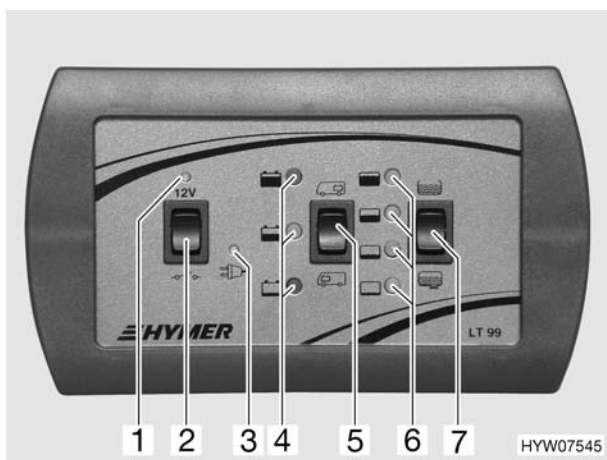

Fig. 53 Pannello di controllo
La centralina elettrica funziona solo in collegamento con il pannello di controllo (Fig. 53).
- Se necessario, inserire brevemente l'alimentazione a 12 V mediante l'interruttore principale 12 V (Fig. 53,2). Ciò è possibile solamente se la tensione della batteria è maggiore di 11 V. Se la tensione è minore di tale valore, l'alimentazione a 12 V può essere riaccesa solamente dopo che la batteria dell'abitacolo è stata ricaricata.
L'interruttore principale a 12 V (Fig. 53,2) inserisce o interrompe l'alimentazione a 12 V dell'abitacolo.
- Premere in alto l'interruttore a bilico (Fig. 53,2) "12 V": l'alimentazione a 12 V dell'abitacolo è inserita. La luce spia a 12 V (Fig. 53,1) diventa verde.
- Premere in basso l'interruttore a bilico (Fig. 53,2) "☐": l'alimentazione a 12 V dell'abitacolo è disinserita. La luce spia (Fig. 53,1) si spegne.
Con l'interruttore a bilico di indicazione della batteria (Fig. 53,5) è possibile verificare lo stato di carica della batteria dell'abitacolo e di avviamento.
Dopo aver premuto l'interruttore a bilico, si accende la luce spia rossa, gialla o verde (Fig. 53,4).
L'interruttore a bilico di indicazione del livello dei serbatoi (Fig. 53,7) consente di verificare il livello del serbatoio dell'acqua e quello delle acque grigie.
Dopo aver premuto l'interruttore a bilico, si accende un LED (Fig. 53,6).
La luce spia per 230 V (Fig. 53,3) si accende in giallo quando all'ingresso della centralina elettrica è presente una tensione di rete.